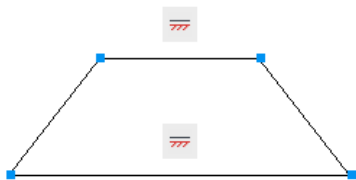

图 15.2.6 隐藏约束
Step4. 在“约束设置”对话框中取消选中  **相等(Q)** 复选框, 然后单击  按钮, 隐藏约束的结果如图 15.2.6 所示。